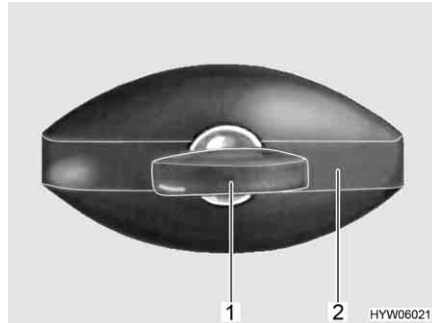

Fig. 33 Cerradura de la trampilla, de forma elíptica, cerrada
- Introducir la llave en el cilindro de cierre (Fig. 33,1) y girarla un cuarto de vuelta en sentido contrario a las agujas del reloj. El asidero de la cerradura (Fig. 33,2) se abre de golpe.